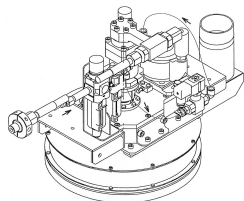

図1 研掃装置
- ① 操作性向上のためゲームパッドで無線操縦とし、自律走行と安全性向上のため以下を装備しました。
- ② 走行台車は、前輪と後輪が独立して駆動・操舵可能とし、鋼桁上での走破性や細かな方向変更を可能としました。
- ③ 作業者が装置の状況を把握し易いように、走行速度等を表示するモニターを装備しました。
- ④ 研掃装置（図1）は、WJを吐出する装置です。ケレン品質向上を目標とし、最適なノズルの径や配置を決定しました。また、鋼桁ケレン装置本体が小型・軽量化できるように取付け部の設計を行いました。
- ⑤ 研掃装置の噴流が霧状に吐出すると視界不良となり、目視操作がし難くなるため、吐出防止のためのカバーを装備しました。
- ⑥ 現場の使用環境に対応するため、主に電装機器や駆動機構部は、防塵・防滴設計としました。
- ⑦ 運搬や設置、安全性の観点から試作1号機より以下のとおり小型・軽量化しました。